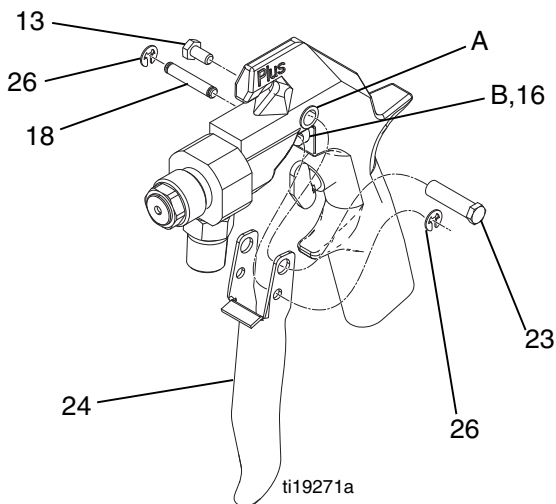

FIG. 17
7. Placez la gâchette (24) sur le corps du pistolet. Insérez l'axe de pivotement (23) dans le trou supérieur (A) et fixez à l'aide de la vis (13) sur le côté opposé. Assurez-vous de la présence d'une attache en E (26) sur l'une des extrémités de la goupille de la gâchette (18). Faites coulisser la goupille dans les trous inférieurs de la gâchette et dans la fente (B) du guide du ressort (16) (faites pivoter le guide du ressort pour l'aligner, si nécessaire). Montez l'autre attache en E (26) sur la goupille. Consultez la FIG. 17.